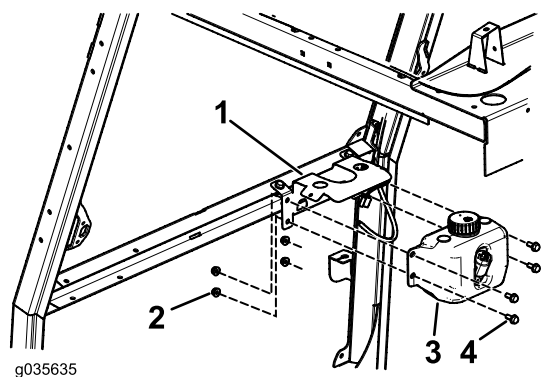

図 7
2. ブラケットにタンクを取り付ける ボルト5/16 x 3/4 インチ4本、フランジナット5/16 インチ4個を使用して図7のように取り付ける。